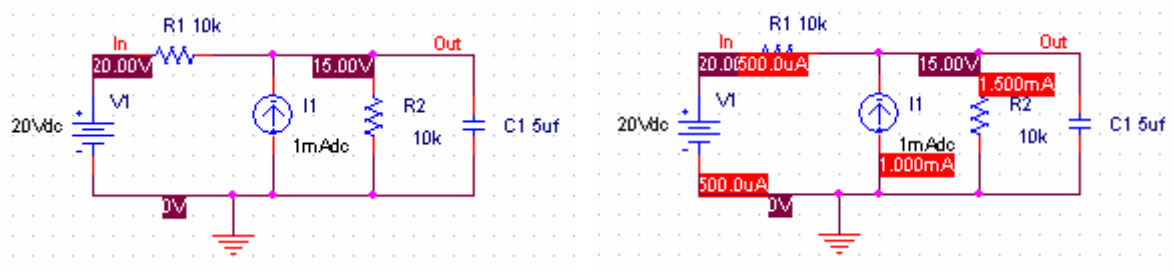

图 6：显示在原理图上的偏置分析结果
7. 为了看到直流偏置点的仿真结果，你可以打开仿真输出文件或返回原理图并点击 V 图标（偏置电压显示）和 I 图标（偏置电流显示）显示电压和电流，见图 6。